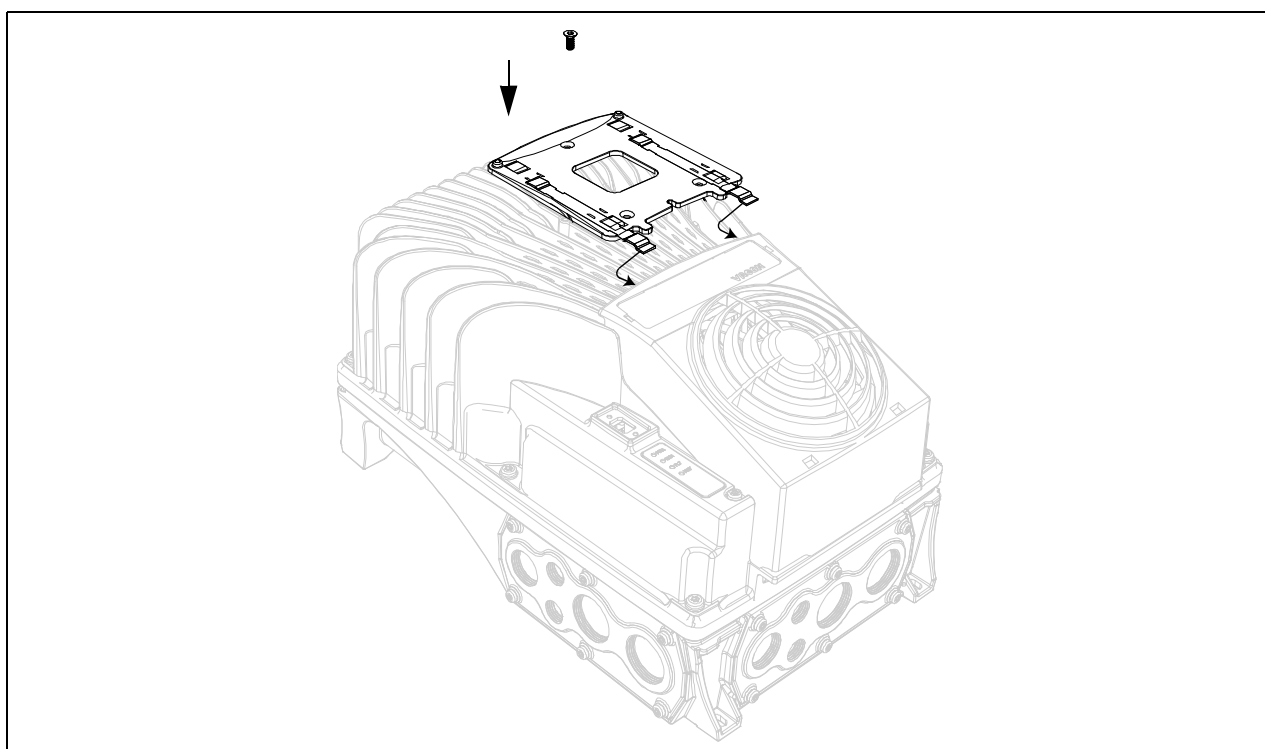

Figure 52. Installation du support de panneau opérateur sur le groupe moteur
- Installez le support de panneau opérateur à l'aide d'une vis, comme le montre la Figure 52. Les tôles métalliques du support de panneau opérateur doivent être montées en dessous du support de ventilateur, comme le montrent les figures suivantes.